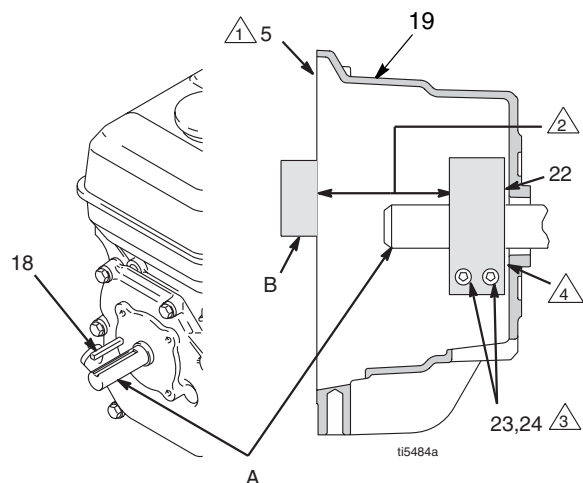

Рис. 10
4. Рис. 10. Ослабьте два болта (24) на зажиме (22),
5. Вставьте отвертку в паз зажима (22) и снимите зажим.
1. Рис. 10. Установите шпонку вала мотора (18)
2. Легонько постукивая, вгоните зажим (22) в шпонку вала мотора (A). Придерживайтесь размеров, показанных в примечании 2. Фаска должна быть обращена к мотору.